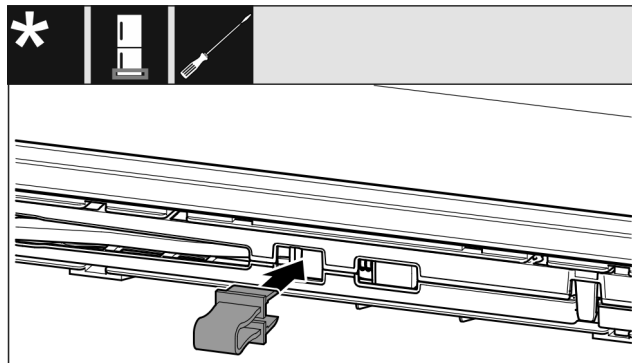

Fig. 14
- ▶ Poistku zaklapnite v otvore Fig. 14 ().